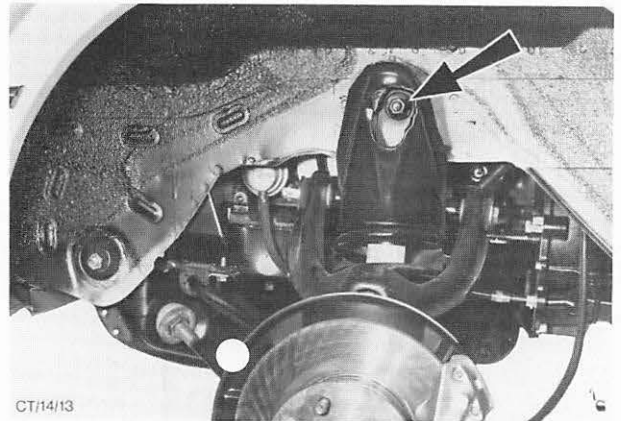

Abb. 31 Lage der oberen Befestigungsmutter – Verbindungsträger an Längsträger
9. Muttern der oberen Schrauben (Verbindungsträger am Rahmen) entfernen und beide Schrauben heraustreiben. Vordere Schrauben Verbindungsträger am Rahmen lösen (nicht entfernen). Abb. 31.